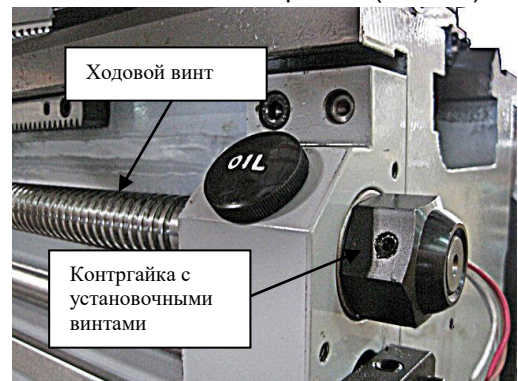

Рис. 88. Регулировка люфта ходового винта
3. Ослабьте оба винта контргайки (Рис. 88).